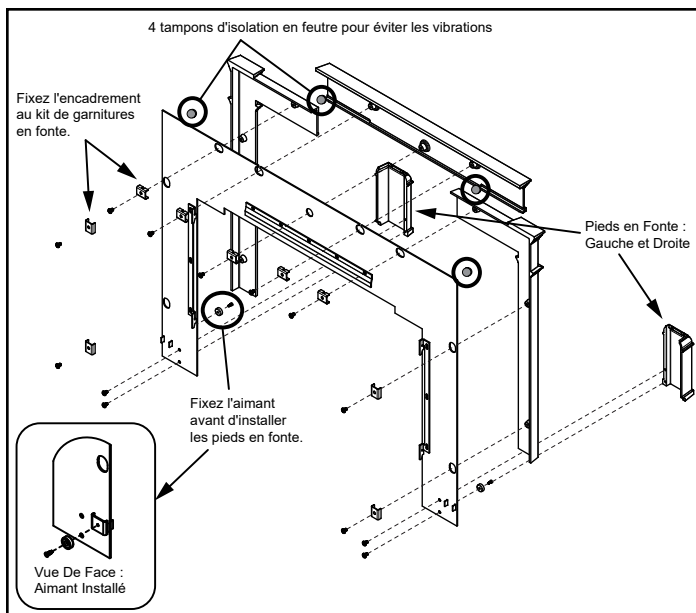

Figure 22.1
3. Placez les tampons adhésifs anti-vibrations en feutre sur la face avant de chaque angle de la pièce en métal supérieure et sur la face arrière de chaque angle de la pièce supérieure en fonte (Figure 22.1).